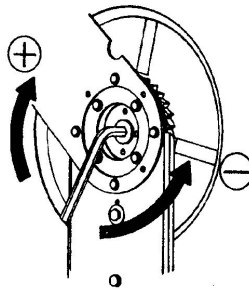

FIG 3.
2. To increase the spring tension, turn the Allen key clockwise. To reduce the spring tension, turn the Allen key anti-clockwise (fig 3).
2. För att öka fjäderspänning, vrid nyckeln medsols. För att minska fjäderspänning, vrid nyckeln motsols (fig 3).